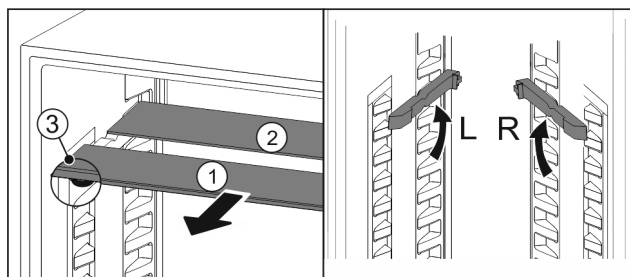

Fig. 82
- ▶ Húzza ki Fig. 82 (1) előre az üveglapokat egyesével.
- ▶ Az üveglap Fig. 82 (1) a díszléccel előre néz.
- ▶ Az ütközők Fig. 82 (3) lefelé mutatnak.